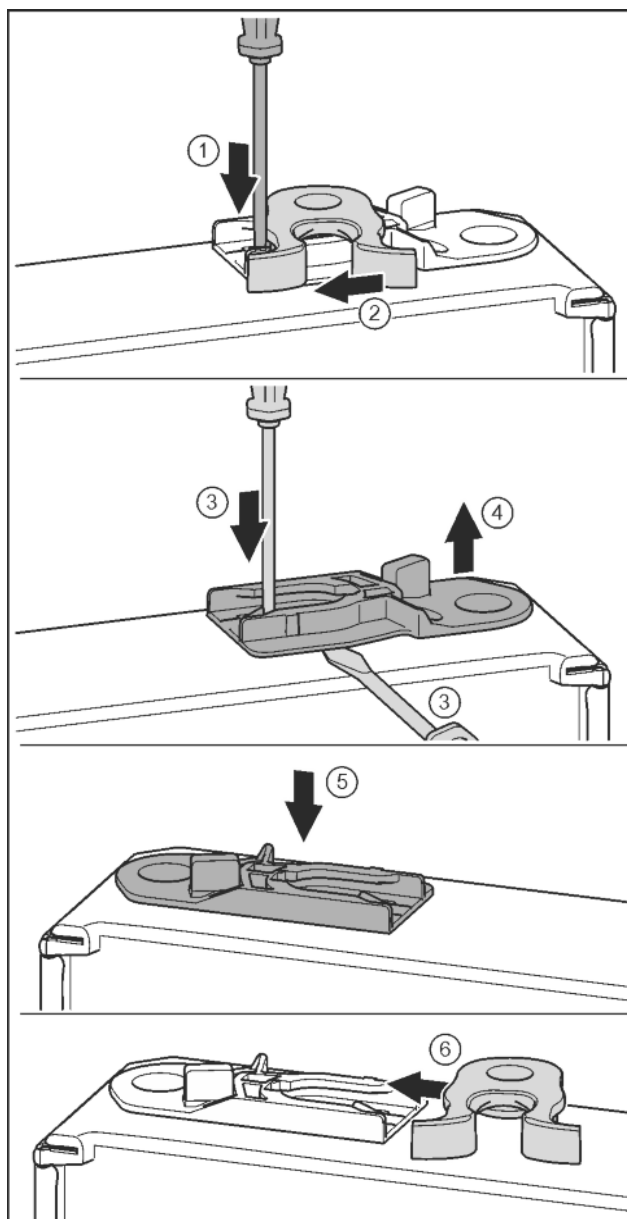

Fig. 14
- ▶ Lip met sleufschroevendraaier naar onder drukken. Fig. 14 (1)
- ▶ Sluithaak uit de geleiding trekken. Fig. 14 (2)
- ▶ Geleidingsbus eruit trekken: Lip met de sleufschroevendraaier indrukken en gelijktijdig de sleufschroevendraaier onder de geleidingsbus plaatsen. Fig. 14 (3, 4)
- ▶ De bij de levering geleverde geleidingsbus op de andere zijde van de behuizing aanbrengen. Fig. 14 (5)
- ▶ Sluithaak in de geleiding schuiven. Fig. 14 (6)